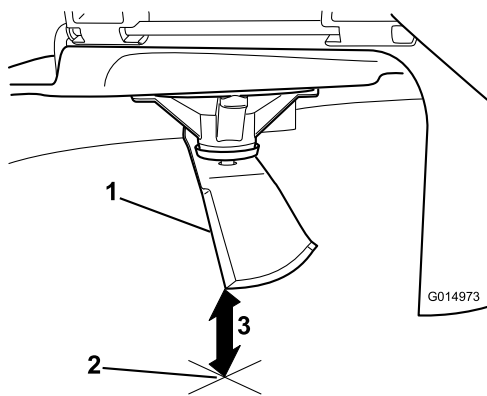

Bild 78
3. Messen Sie von der Messerspitze bis zu ebenen Fläche (Bild 78).